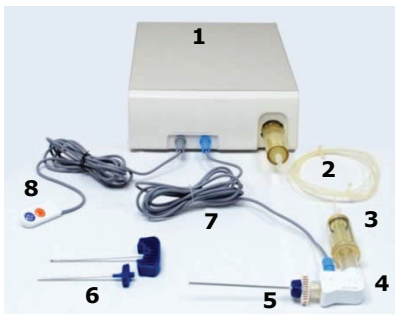

Fig. 1 Sistema di ricostruzione vertebrale StabiliT
Il sistema di ricostruzione vertebrale StabiliT è costituito da otto (8) componenti (Fig. 1).